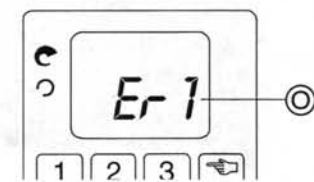

FIG.6 ERROR
- [O] SIMBOLO DE ERROR - [Fig. 6] Cuando está encendido, indica condición de sobrecarga en la base de potencia.